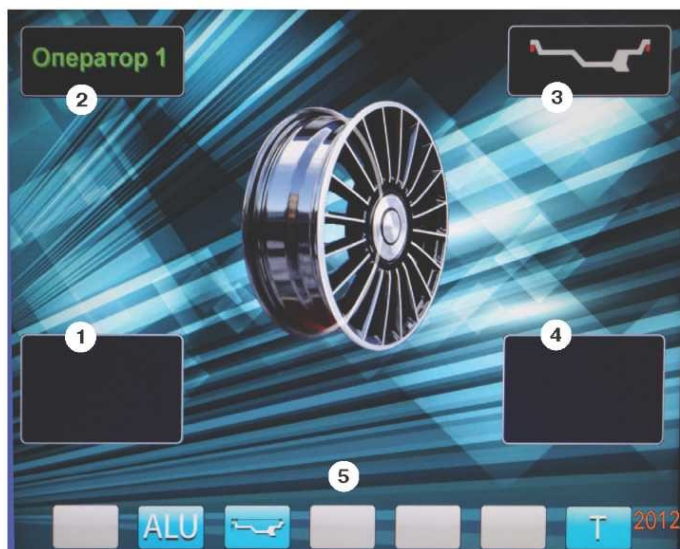

рис.8.2.
8.3. После включения питания СБ на экране монитора отображается фирменная заставка, которая через несколько секунд сменяется отображением экрана основного рабочего режима (рис. 8.2).
Для выбора схем расположения грузов в программах ALU1-ALU5 необходимо, находясь в режиме основного рабочего экрана, нажать кнопку «ALU», при этом открывается окно схем установки грузов, отмеченных номерами рис.11.3. Если после введения размеров колеса установился экран ввода геометрических параметров, необходимо перейти в экран основного рабочего режима нажатием кнопки «STOP». Для выбора нужной схемы нажмите кнопку верхнего ряда клавиатуры с соответствующим номером. Выбранная схема установки грузов отображается в окне 3 экрана основного рабочего режима (рис. 8.2).
12.2. При включении СБ программа измерения дисбаланса настраивается таким образом, что дисбаланс менее 8 г (заводская установка) на любой плоскости коррекции не показывается, в этом случае в окнах 1 и 4 (рис. 8.2) высвечиваются «OK». Минимальный дисбаланс отображающийся в окнах 1 и 4 равен 8 г. Дисбаланс, превышающий 8г, округляется до величины кратной 5, т.е. дисбаланс 9, 10, 11 и 12 г отображается цифрой 10, дисбаланс 13, 14,15, 16 и 17 г - цифрой 15 и т. д. Для просмотра неокругленного значения дисбаланса или дисбаланса менее 8г. необходимо нажать кнопку «<», при этом в окнах 1 и 4 на 2-3 сек высвечиваются фактические значения дисбаланса, определенные в данном запуске.